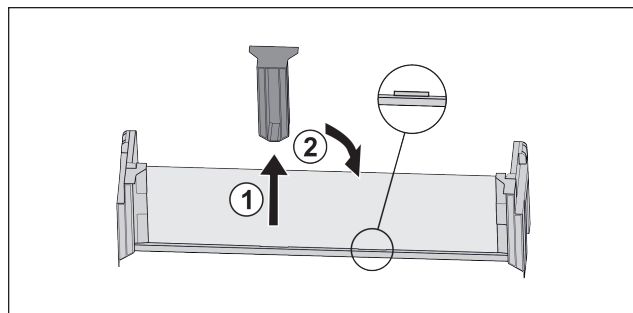

Fig. 118
- ▶ Extraire la pièce de retenue centrale Fig. 118 (1).
- ▶ Insérer la pièce de retenue centrale en deuxième position Fig. 118 (2).